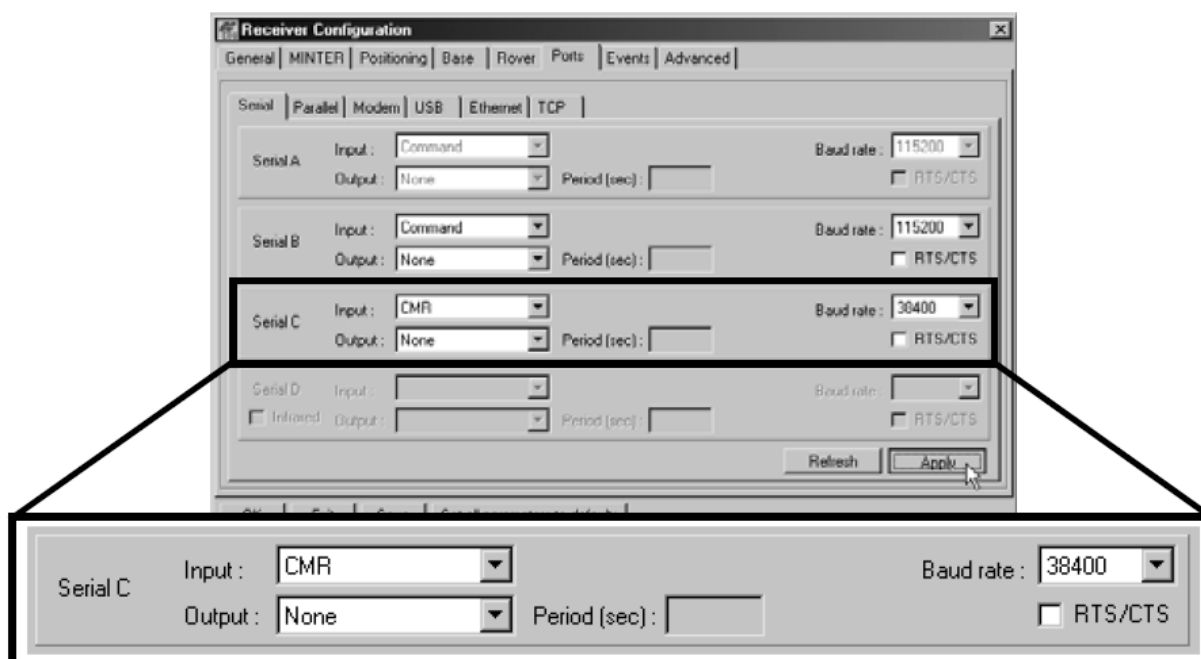

Рисунок 3-12. Настройка подвижной станции – порты
6. Выберите вкладку *Ports (Порты)* и установите перечисленные ниже параметры последовательного порта (см. рис. 3-12):